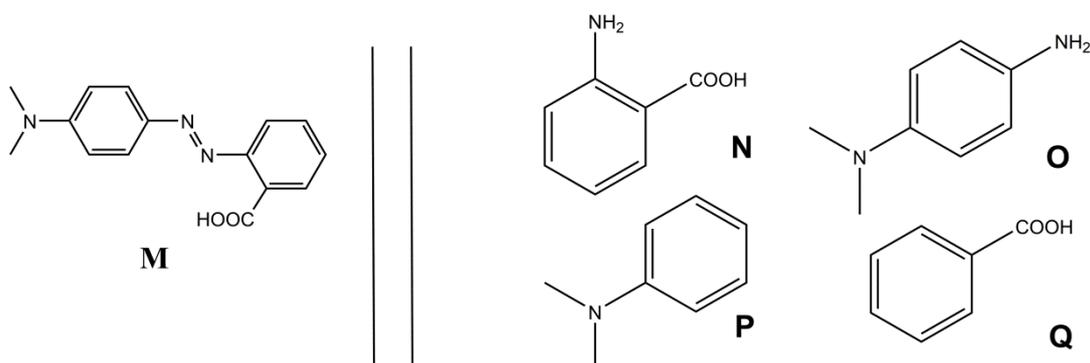

Fig. 1 – Posibles reactivos para la síntesis de **M**.
2. **M** puede ser sintetizado en dos pasos a partir de reactivos simples (Fig. 1). **Escoja** entre los reactivos sugeridos (**N** a **Q**) aquellos que puedan producir **M** con una regioselectividad muy alta. El nitrito de sodio ( $\text{NaNO}_2$ ) en ácido clorhídrico acuoso frío se utiliza como reactivo para el primer paso de la síntesis.